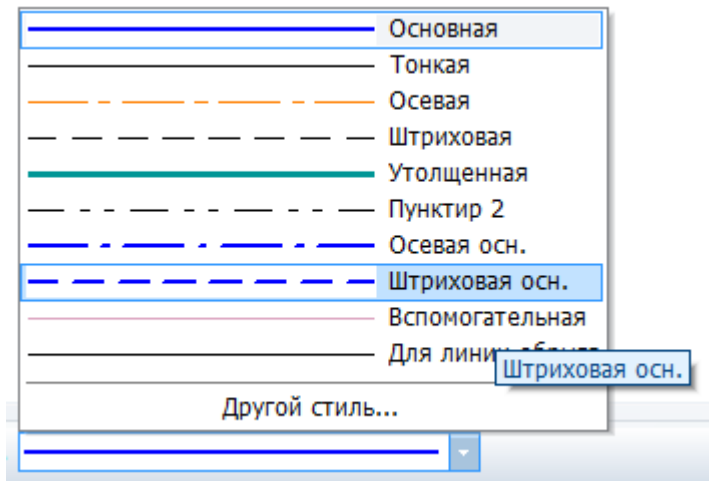

Рис. 1.4. Выбор типа линии
8. Щелкните мышью на поле **стиль** на строке параметров и выберите стиль линии **штриховая основная**, рис. 1.4.